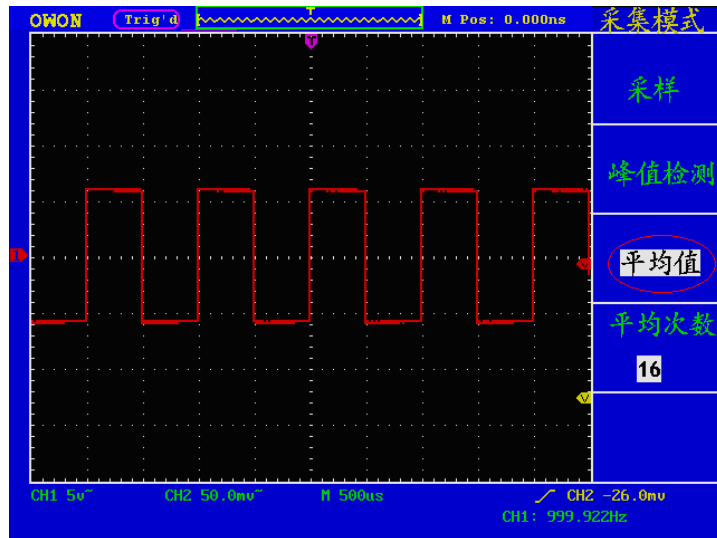

图6-5 去除噪声信号的波形
- 取平均值后随机噪声被减小而信号的细节更容易观察，在下面的的中，当噪声被去除后，在信号的上升沿和下降沿上的毛刺显示出来。见图6-5。